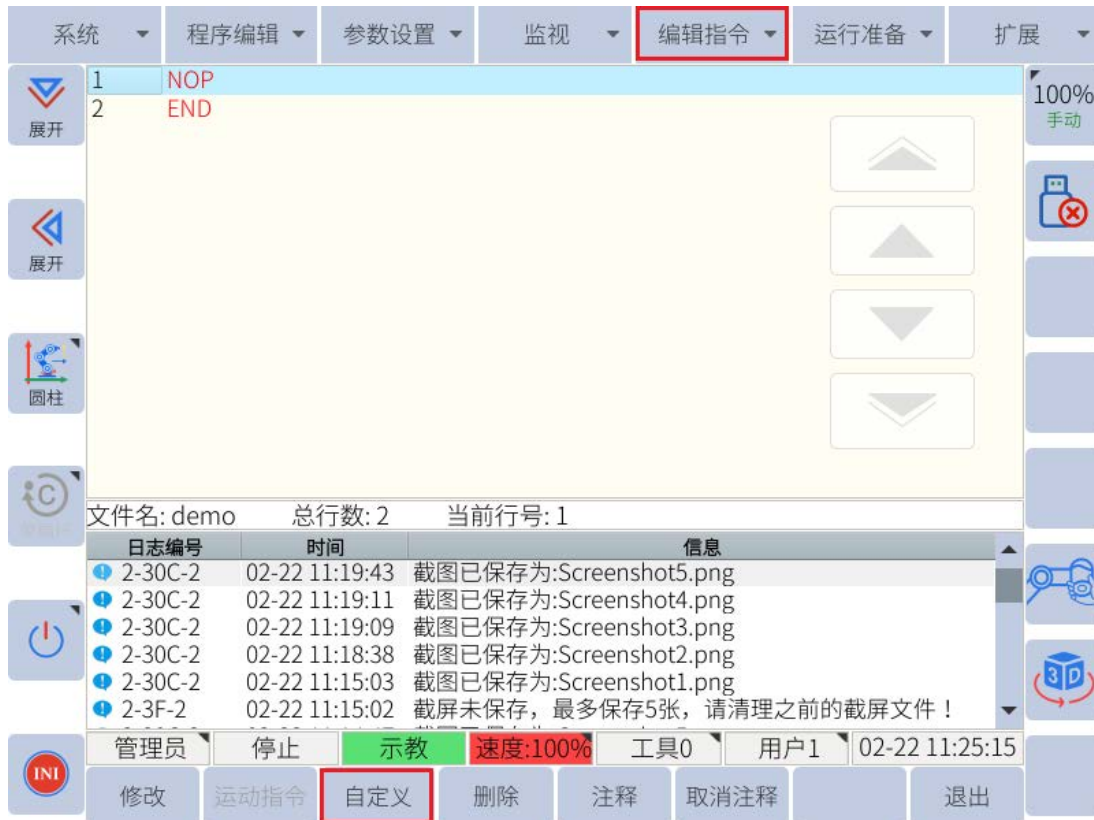

图 4-6: 插入其它指令
2. 然后按主菜单下的“编辑指令”或子菜单区域的“自定义”选择要插入的指令，如图 4-6 所示。